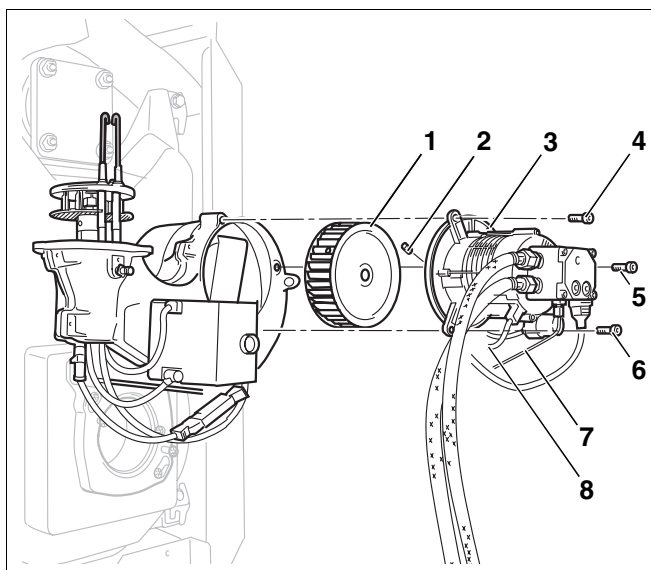

Рис. 25 Очистка или замена крыльчатки вентилятора
- Вынуть штекер мотора (рис. 25, поз. 8) и штекер электромагнитного клапана.
- Открутить топливную трубу (рис. 25, поз. 7) от топливного насоса.
- Открутить болты (рис. 25, поз. 4–6) фланца крепления мотора.
- Снять мотор (рис. 25, поз. 3) с крыльчаткой вентилятора (рис. 25, поз. 1).
- Осмотреть крыльчатку (рис. 25, поз. 1), если нужно, очистить или заменить ее.
- Чтобы снять крыльчатку вентилятора (рис. 25, поз. 1), открутить штифт (рис. 25, поз. 2).
- Вновь установить и закрепить мотор (рис. 25, поз. 3) с крыльчаткой (рис. 25, поз. 1). Зазор между крыльчаткой вентилятора (рис. 25, поз. 1) и фланцем мотора должен составлять 0,5–0,8 мм.
- Установить топливную трубу (рис. 25, поз. 7) на топливный насос.
- Вставить штекер мотора (рис. 25, поз. 8) и штекер электромагнитного клапана.